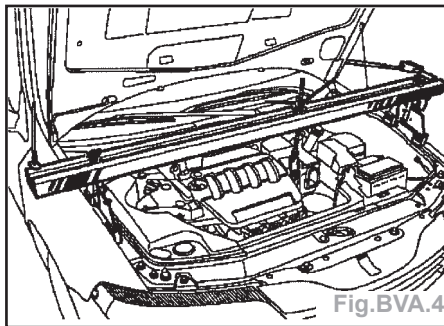

Fig.BVA.4
- Mettre en place le support moteur Mot.1453 (Fig.BVA.4).
- Mettre en place l'outil Mot.1453 (Fig.BVA.4).